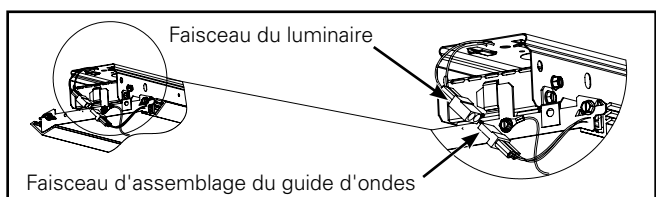

Figure 26.
8. Raccordez le faisceau de câblage de la DEL à chaque extrémité de l'assemblage du guide d'ondes. (Figure 26.)